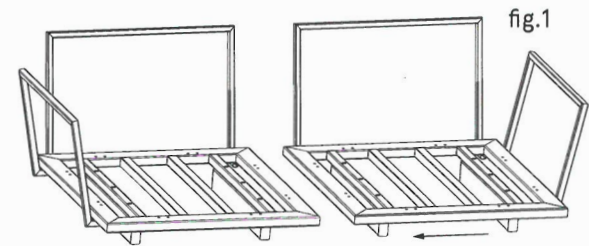

fig.1
1. Accostare le strutture modulari affiancandole sul lato scelto (fig.1)
1. Pull over the modular structures side by side on the chosen side (fig.1)
1. Ziehen Sie die modularen Strukturen nebeneinander auf der gewählten Seite (Abb.1)
1. Juxtaposer les structures modulaires du côté choisi (fig.1)
1. Colocar las estructuras modulares una al lado de la otra (fig.1)